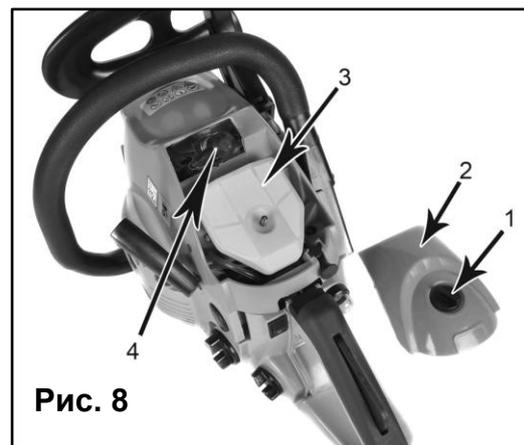

Рис. 8
Следите за чистотой фильтрующего элемента, не забывайте его чистить (Рис. 8).
**Обслуживание свечи зажигания (Рис. 8):**